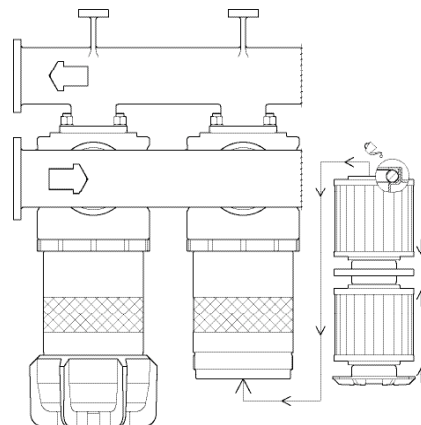

Fig. 4
- 6 Lubrificare le guarnizioni degli elementi filtranti, con il fluido di lavoro. Montare il codolo di congiunzione tra i due elementi filtranti. Montare il codolo inferiore, ed inserire l'insieme elementi filtranti + codoli come indicato in fig. 4 nel contenitore.